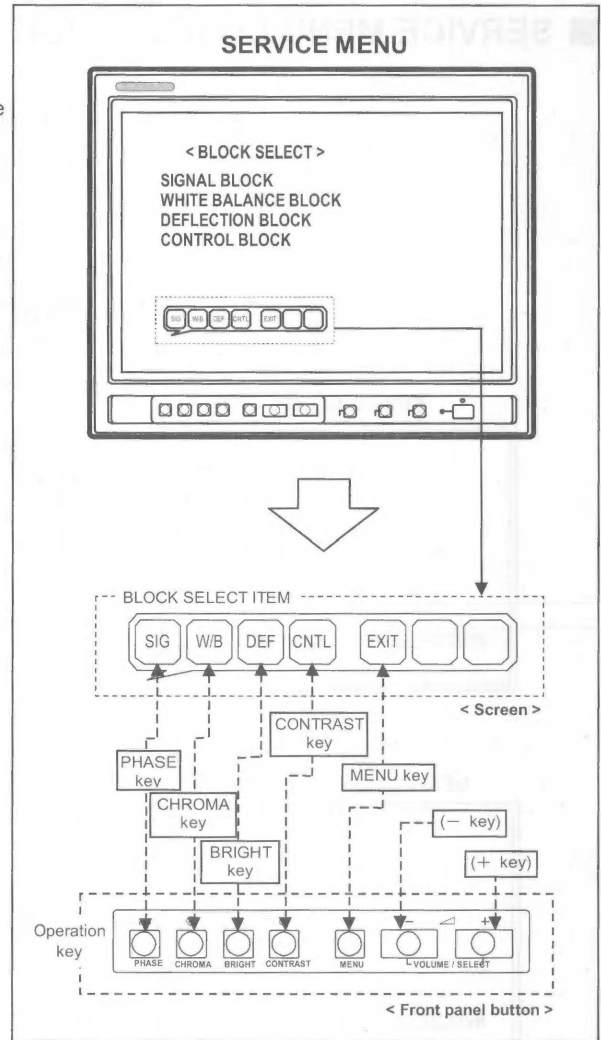

Fig. 5
**(2) SELECT OF SUB MENU SCREEN (Fig. 5)**